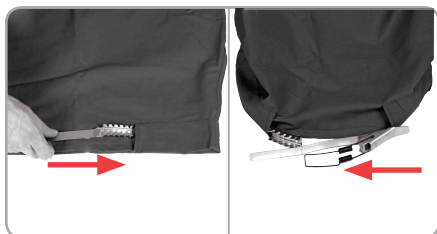

Fig.7
- Fixați șasiul pe plăcile laterale (1) cu șuruburile și piulițele (2) (Fig. 7).
- Introduceți dispozitivul de prindere rapidă în ghidajul prevăzut la sacul de colectare a prafului (Fig. 7).